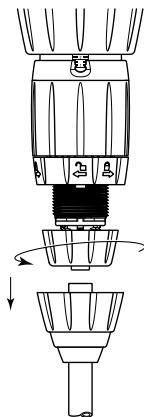

Fig. 16
- Dévisser et enlever l'écrou supportant le clapet d'aspiration (Fig. 16), démonter ce dernier, puis rincer abondamment à l'eau claire les différentes parties.